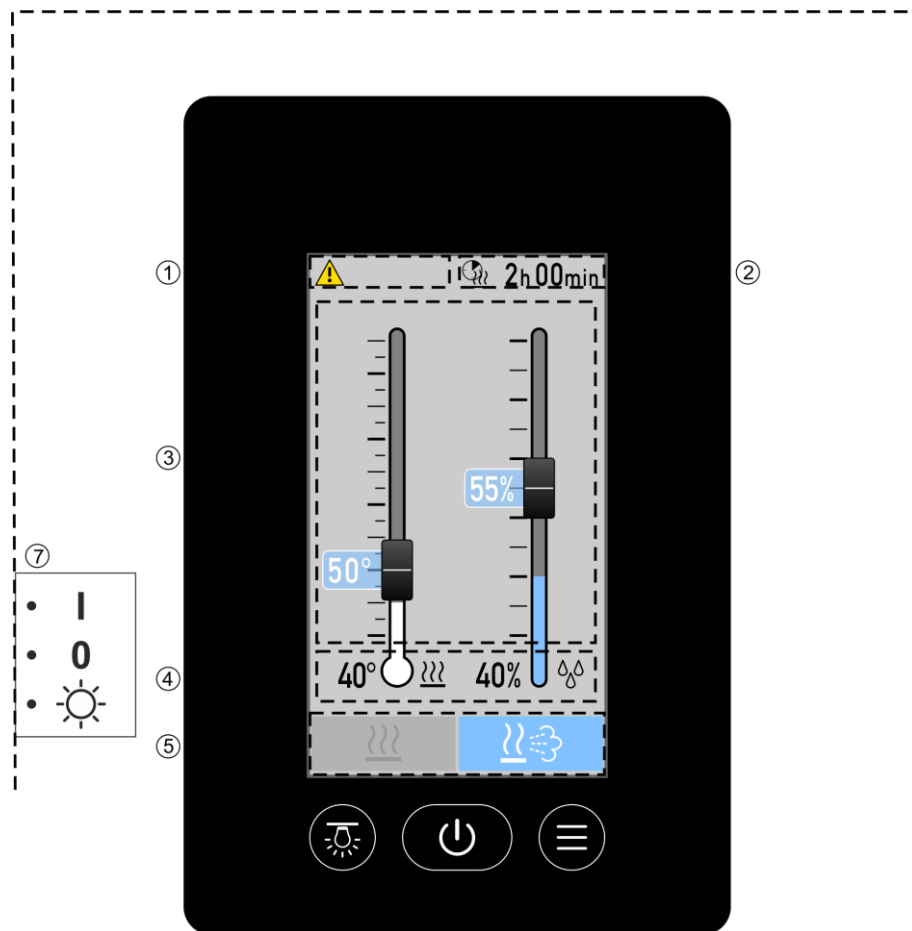

Abb. 2: Ansicht Bedienung FCU5xxx-Design-Touch
In der Statusleiste (1 in Abb. 2) können folgende Symbole erscheinen:
1. Saunasteuerung über die Taste "Steuerung EIN" einschalten. → Siehe Seite 11 (Abb. 2) oder Seite 12 (Kapitel 4.2.2).
2. Saunasteuerung über die Taste "Steuerung Standby" oder „Netz Aus“ ausschalten → Siehe Seite 11, Abb. 2 oder Seite 12 (Kapitel 4.2.2).